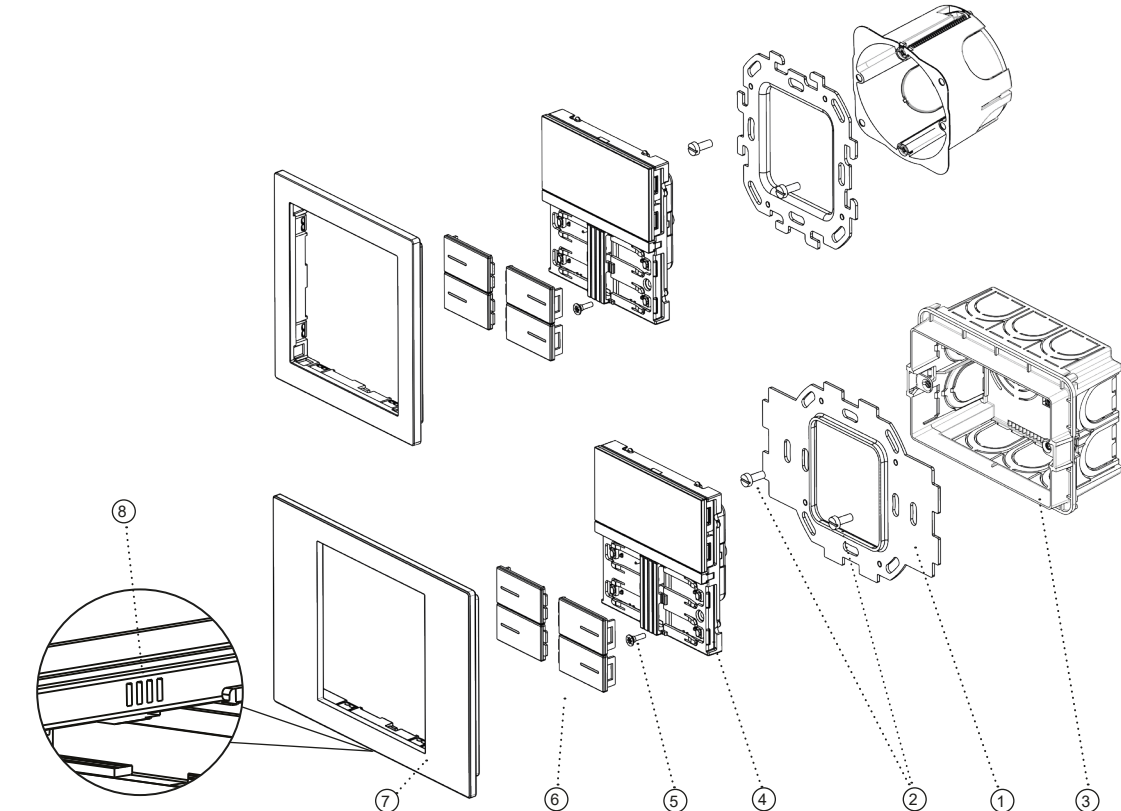
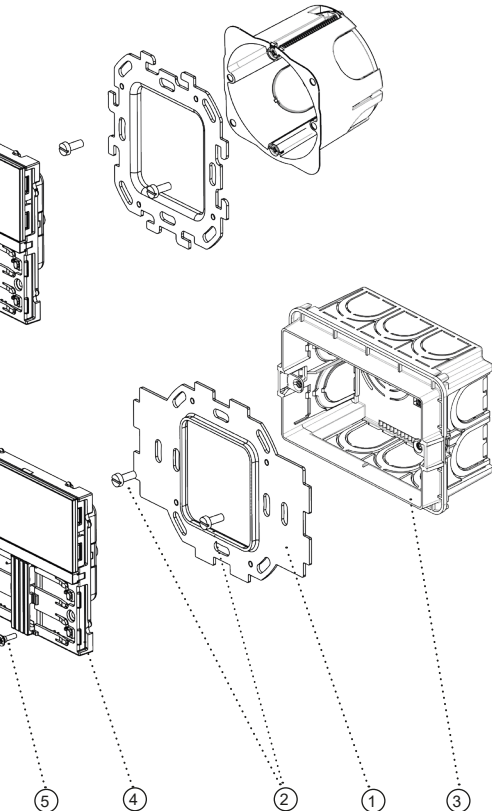
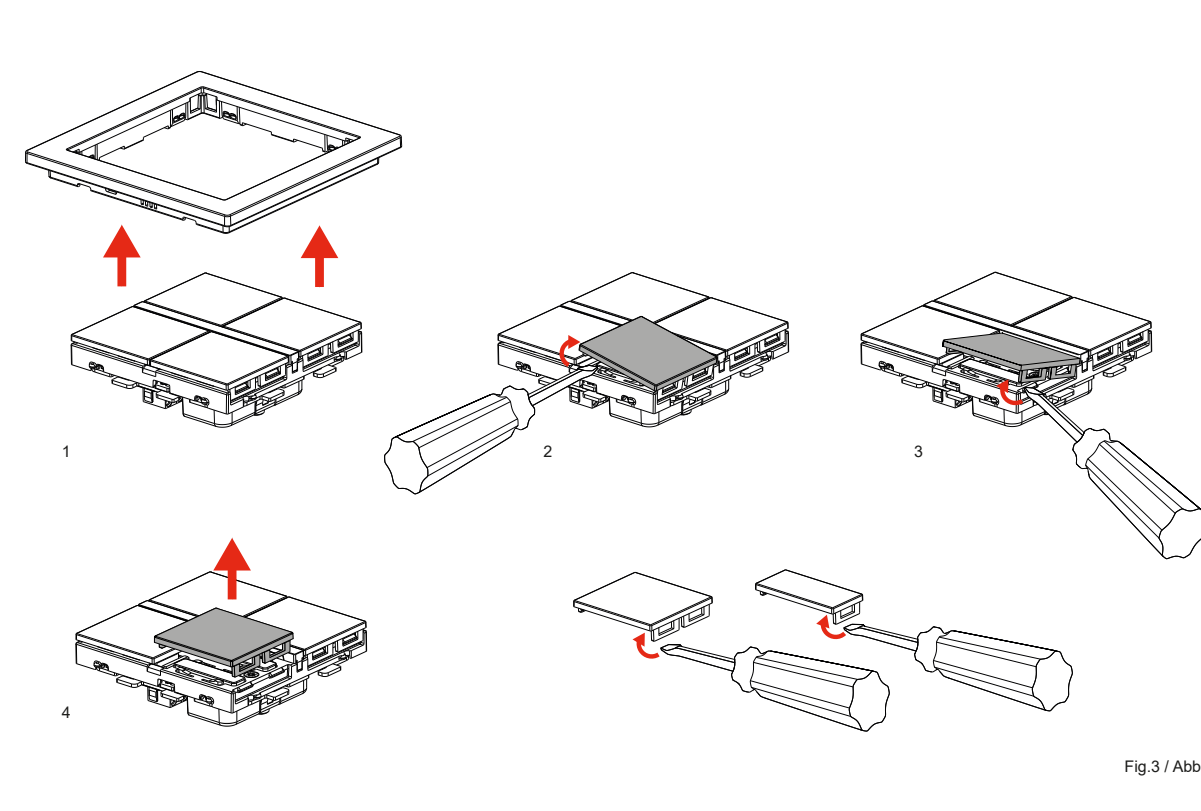

Fig.2 / Abb. 2
Fig.3 / Abb. 3
Fig.3 / Abb. 3
**Montaggio dispositivo Fig. 2**
- Fissare il supporto metallico fornito a corredo (1) mediante la coppia di viti (2) sulla scatola da incasso a parete (3);
- Fissare il dispositivo (4) al supporto metallico mediante le viti (5);
- Montare i tasti a scatto (6) sul dispositivo;
- Montare la placca a scatto (7) nel verso corretto, con la griglia di areazione (8) verso il basso, come illustrato in figura.
**Mounting Fig. 2**
- Fix the supplied metal support (1) using the pair of screws (2) on the in-wall box (3);
- Fix the device (4) to the metal support using the screws (5);
- Mount the snap buttons (6) on the device;
- Mount the snap cover frame (7) correctly, making sure that the ventilation grid (8) downwards, as shown in the figure.
**Buttons removal Fig. 3**
- Remove the cover frame manually by first pulling the upper side, then the lower one (1);
- Proceed to the removal of the buttons individually as follows: using a flat screwdriver, lift the outer corner of the button (2) with a rotary motion, then remove the button by pulling it outward. Repeat for each key.
**Montage Abb. 2**
- Befestigen Sie den mitgelieferten Metallträger (1) mit dem Schraubenpaar (2) am Wandkasten (3);
- Befestigen Sie das Gerät (4) mit den Schrauben (5) am Metallträger;
- Lassen Sie die Knöpfe (6) am Gerät einrasten;
- Montieren Sie den rahmen (7) richtig und achten Sie darauf, dass das Lüftungsgitter (8) nach unten zeigen, wie in der Abbildung gezeigt.
**Tasten entfernen Abb. 3**
- Entfernen Sie den Rahmen manuell, indem Sie zuerst an der Ober- und dann an der Unterseite ziehen (1);
- Entfernen Sie die Tasten einzeln auf diese Weise: Heben Sie mit einem flachen Schraubendreher die äußere Ecke der Taste (2) mit einer Drehbewegung an und entfernen Sie dann die Taste, indem Sie sie nach außen ziehen. Wiederholen Sie den Vorgang für jede Taste.
**Montaje Fig. 2**